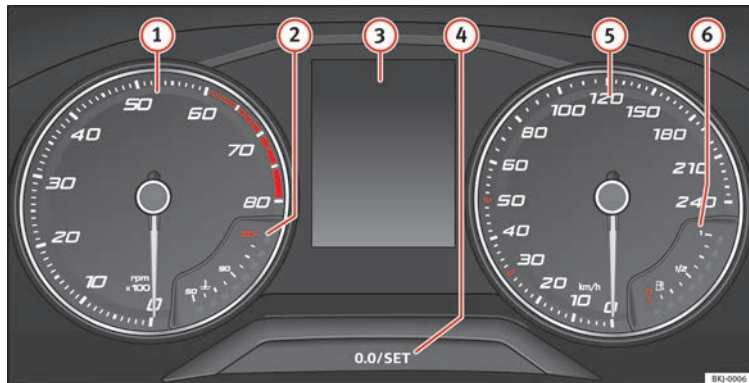

Abb. 121 Display des Kombi-Instruments in der Instrumententafel.
Der Drehzahlmesser zeigt die Motordrehzahl pro Minute an » **Abb. 121** ①.
» **Abb. 121** darf den roten Bereich nur für einen kurzen Moment erreichen, andernfalls besteht die Gefahr eines Motorschadens.
» **Abb. 121** ③ je nach Fahrzeugausstattung verschiedene Informationen angezeigt werden:
- Drücken Sie kurz die Taste » **Abb. 121** ④, um den Tageskilometerzähler auf 0 zurück zu setzen.
- Wenn Sie die Taste ④ drei Sekunden lang gedrückt halten, wird der vorherige Wert angezeigt.
- Zum Einstellen der Uhrzeit die Taste » **Abb. 121** ④ länger als 3 Sekunden
Die Taste » **Abb. 121** länger als 15 Sekunden gedrückt halten, um die Motorkennbuchstaben (MKB) des Fahrzeugs anzuzeigen. Dazu muss die Zündung ein- und der Motor ausgeschaltet sein.
Die Kühlmitteltemperaturanzeige **②** » **Abb. 121** arbeitet nur bei eingeschalteter Zündung. Um Motorschäden zu vermeiden, beachten Sie bitte die folgenden Hinweise zu den Temperaturbereichen.